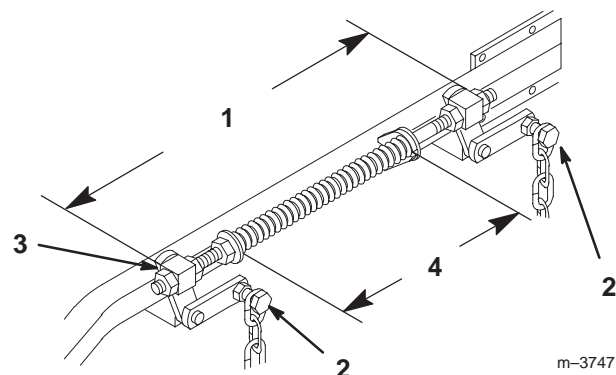

Figure 66
6. Desserrez les 4 boulons de chaîne supérieurs dans les fentes. Vérifiez la longueur des ensembles tige/pivot. Il doit exister un écart de 496 mm entre l'extérieur du pivot arrière et l'extérieur du pivot avant (Fig. 66). Vérifiez que les quatre pivots bougent librement dans les trous.
2. Les ressorts sont comprimés pour obtenir un écart de 279 mm entre les deux grandes rondelles (Fig. 66).
3. Tournez l'écrou devant chaque ressort pour obtenir le réglage voulu (Fig. 66). Tournez l'écrou dans le sens horaire pour raccourcir le ressort et dans le sens anti-horaire pour l'allonger.